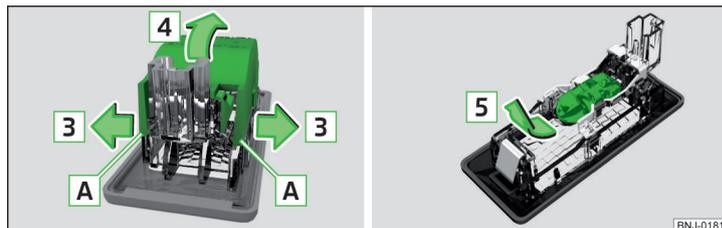

Fig. 194 Démontage du cache / remplacement de l'ampoule
- Enlever le cache de la lampe au niveau de **A** ainsi que dans le sens de la flèche **3** » fig. 194.